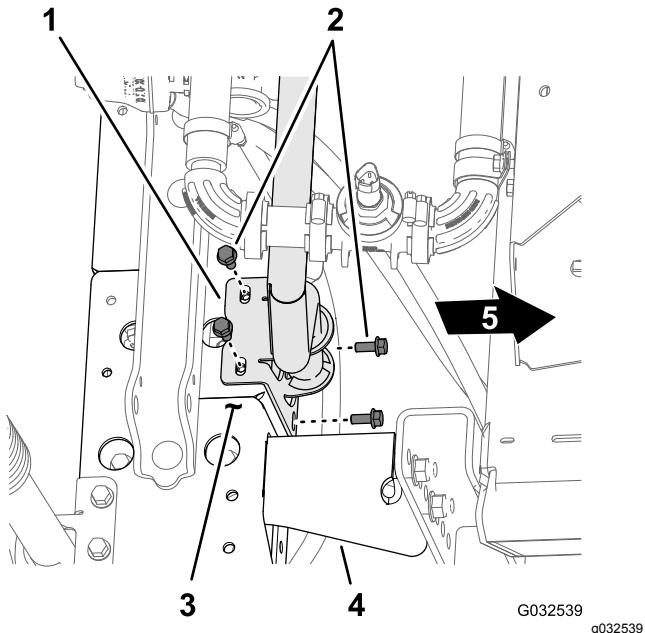
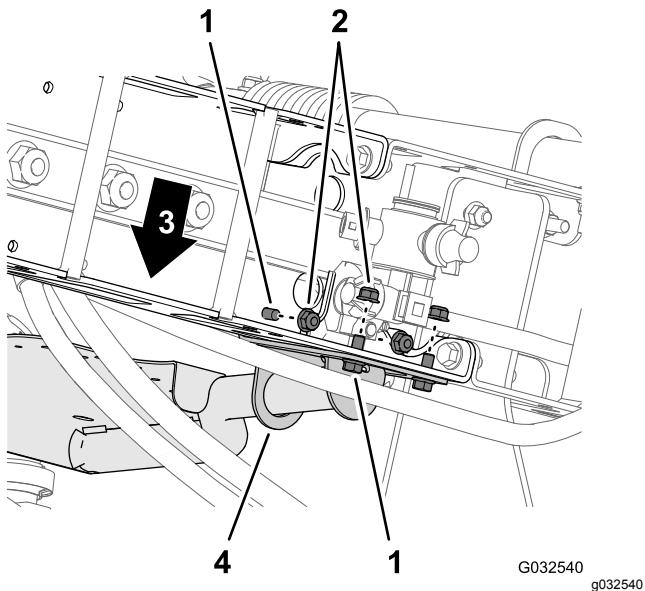

図 62
図 63
2. バルブマウントの取り付けブラケットの穴を、センターブームのトラスフレームの穴に合わせる図 62。
- 3. バルブマウントをト拉斯フレームに固定する図 62 と図 63 ボルト 5/16" x 3/4" 4本とフランジロックナット 5/16" 4個を使用する。